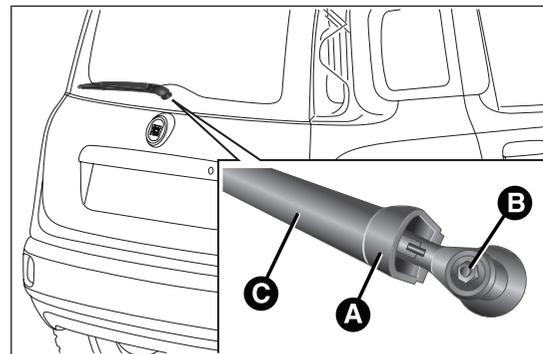

fig. 153
- soulever le couvercle A fig. 153, dévisser l'écrou B et retirer le bras C ;